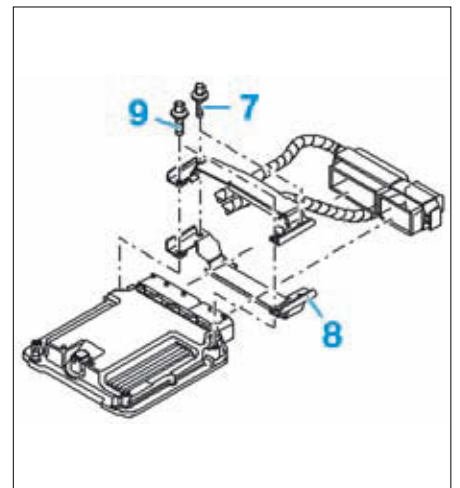

FIG. 25
*Sur certains montages, les connecteurs du calculateur ne sont accessibles qu'après la dépose d'une bride de protection fixée avec 4 vis munies de tête autocassantes, dont 2 vis (7) sont enduites de frein-filet.*
- Chauffer les 2 vis (7) de la bride de protection (8) avec un décapeur thermique en prenant garde de ne pas chauffer le calculateur et son environnement immédiat (Fig.25).
*Utiliser une buse adaptée sur le décapeur thermique pour ne pas chauffer le calculateur. Il ne faut surtout pas chauffer les 2 vis (9) qui sont fixées directement sur le calculateur.*
- Déposer la bride de protection (8) du calculateur.